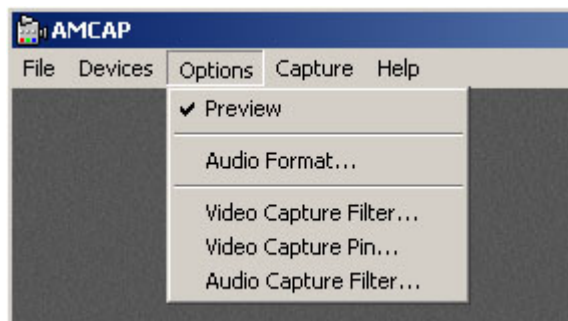

Bild 25: AMCap – Preview-Funktion aktivieren
- Wählen Sie nun im Menü „Capture“ die Option „Preview“. Zur Bildanzeige muß die Option mit einem Häkchen versehen sein. (*Bild 25*).